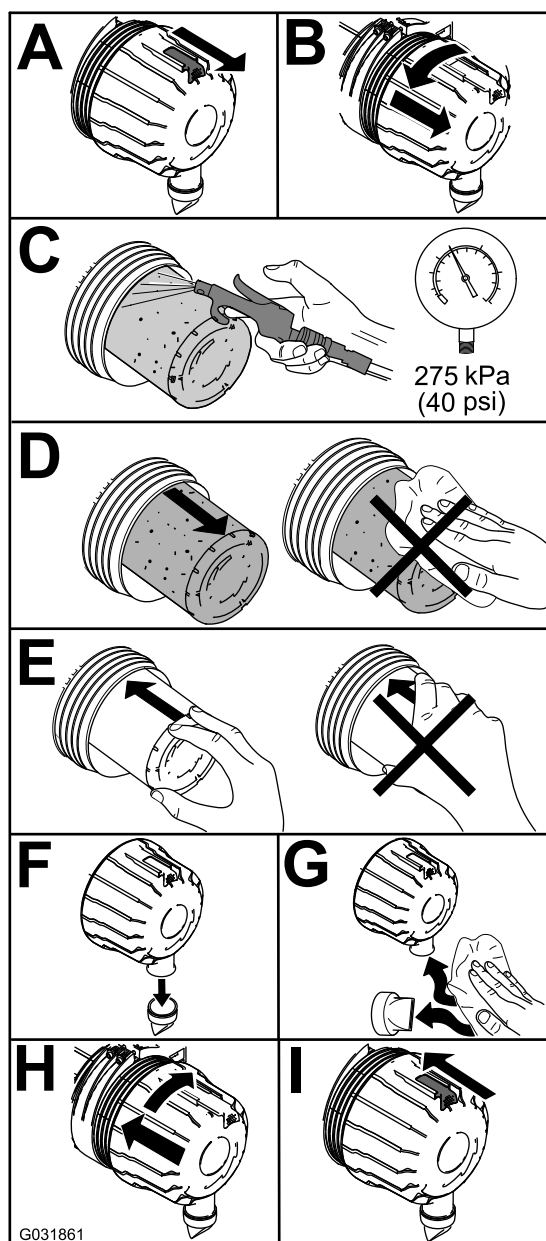

Figura 48
1. Sostituite il filtro dell'aria (Figura 48).